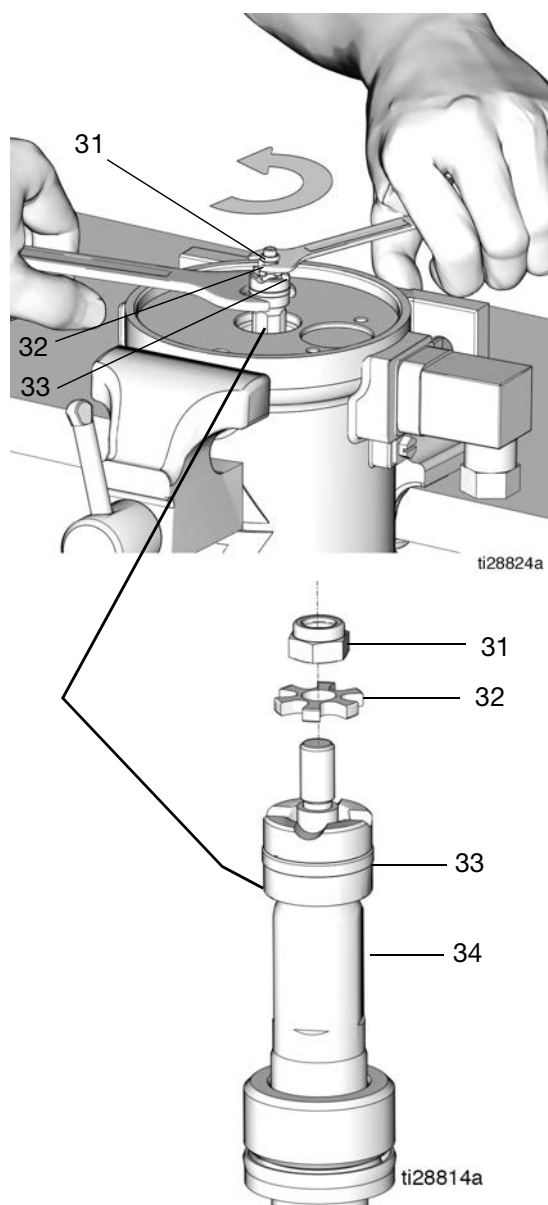

ABB. 18
Einen Schraubenschlüssel an den Schlüsselflächen der Kolbenstange (34) ansetzen. Mit einem zweiten Schraubenschlüssel die Sicherungsmutter (31) und die Zahnscheibe (32) von der Kolbenoberseite entfernen (ABB. 18). Sicherungsmutter und Zahnscheibe entfernen. Diese Teile für den Wiederausammenbau aufbewahren.